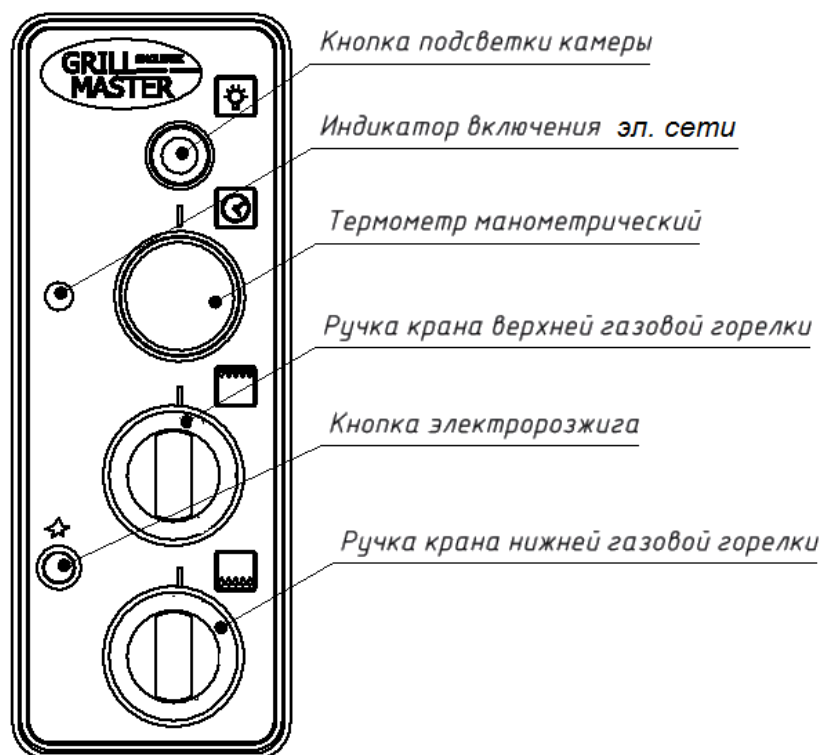

Рисунок 4 – Панель управления газовой духовки
5.3. Панель управления газовой духовки с элементами управления указаны на рис. 4.